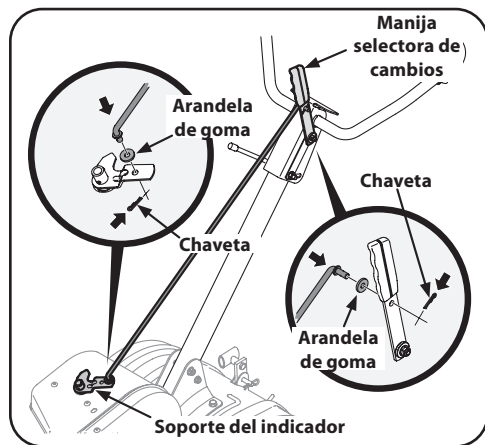

Figura 2-10
4. Inserte el extremo más largo de la varilla de control en el orificio de la manija selectora de cambios y asegure con un broche de horquilla. Vea la Figura 2-10.